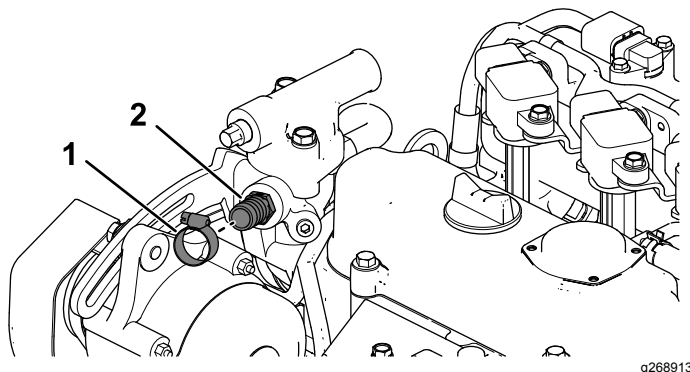

Figure 13
- B. Installez le raccord droit (5/8") à l'aide d'un collier (Figure 13).